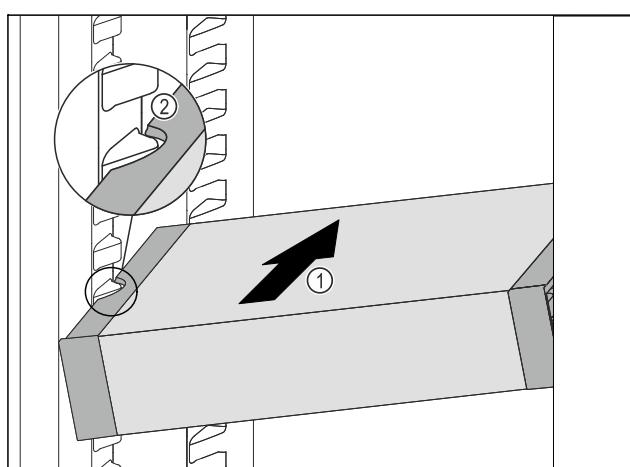

Fig. 89
- VarioSafe gurajte koso u hladnjak Fig. 89 (1) sve dok se bočni otvori Fig. 89 (2) ladice VarioSafe ne nađu na visini žlijeba spremnika u hladnjaku.